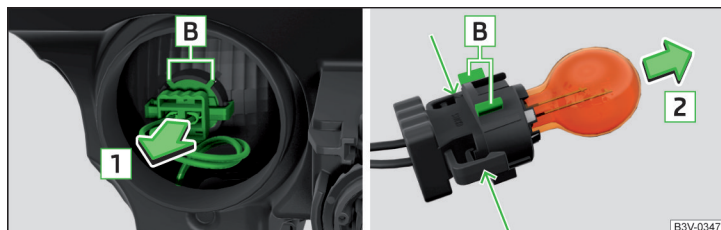

Fig. 368 Înlocuirea becului luminii de semnalizare față
- › Scoateți dulia împreună cu becul, prin mișcări pendulatorii, în sensul săgeții **1** » fig. 368.